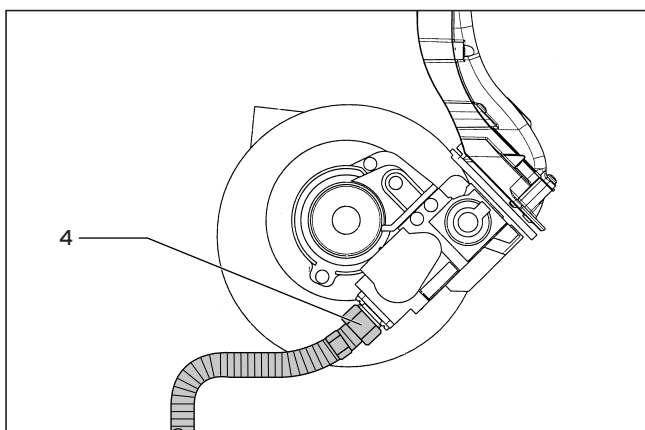

Abb. 7.2 Gasanschluss von der Gasarmatur lösen und wieder anschliessen
- Lösen Sie die Befestigungsschraube des Luftansaugrohrs (1), und klappen Sie das Luftansaugrohr (2) nach vorne; nehmen Sie dann das Luftansaugrohr vom Ansaugstutzen ab. Bei ecoTEC exclusiv: Zusätzlich Kabel des Luftdrucksensors abziehen.
- Ziehen Sie die beiden Stecker der Zünd- und Erdleitung von der Zündelektrode (3) ab.
- Lösen Sie die Gaszuleitung (4) an der Unterseite der Gasarmatur (Abb. 7.2).
- Schließen Sie die Gaszuleitung (4) mit einer neuen Dichtung (ET-Nr. 98-0012) an die Gasarmatur an (Abb. 7.2). Verwenden Sie dabei die Schlüsselfläche an der flexiblen Gasleitung zum Gegenhalten.
- Schliessen Sie die beiden Stecker der Zünd- und Erdleitung an die Zündelektrode (3) an.
- Stecken Sie die Kabel (5) am Gebläsemotor und das Kabel (6) an der Gasarmatur an.
Vergiftungs- und Brandgefahr durch Gasaustritt aufgrund von Undichtigkeiten! Gasdichtheit am Gasanschluss (4) mit Lecksuchspray (Abb. 7.2) überprüfen!